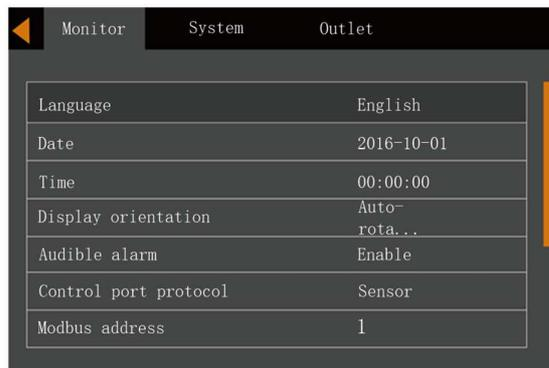

Figura 5-19 Interfaz de monitor
2. Pulse la tecla  para mover el cursor a "Monitor", véase la Figura 5-19.